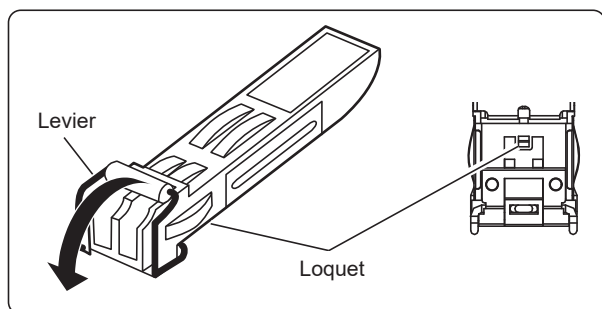

Fig. 1
2) Relâchez le loquet du module SFP. (Fig. 1)